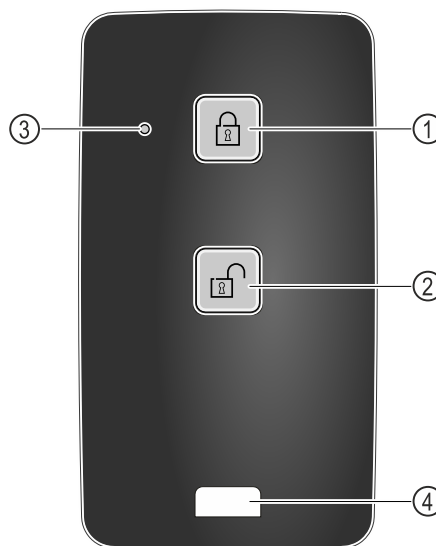

Fig. 210
- (1) Заблокировать замок
- (2) Разблокировать замок
- (3) Светодиод состояния
- (4) Крепежная проушина
- ▶ Нажмите кнопку Fig. 210 (1) на пульте дистанционного управления.
- ▶ Нажмите кнопку Fig. 210 (2) на пульте дистанционного управления.
- ▶ Светодиод состояния Fig. 210 (3) при нажатии на кнопку выдает оптический ответный сигнал.
- ▶ Проушина Fig. 210 (4) для закрепления пульта дистанционного управления, например, на связке ключей.